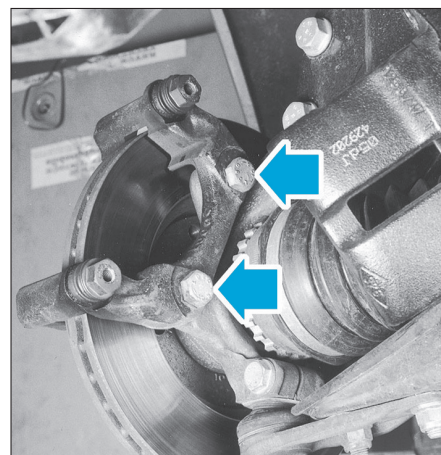

Fig. 2
- les vis de fixation du support d'étrier (vis freinées) et le déposer (Fig.2).